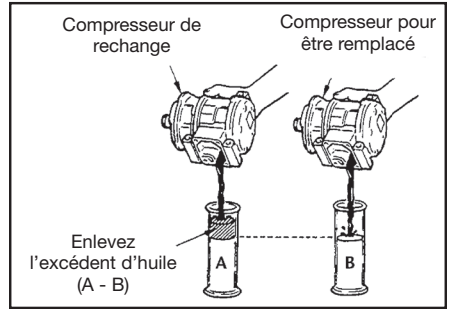

fig. 1
**REMARQUE :** Le compresseur contient déjà une charge complète de lubrifiant frigorigène, cependant vous devez comparer le niveau de lubrifiant du nouveau compresseur avec celui du compresseur qui est remplacé (Voir fig. 1).